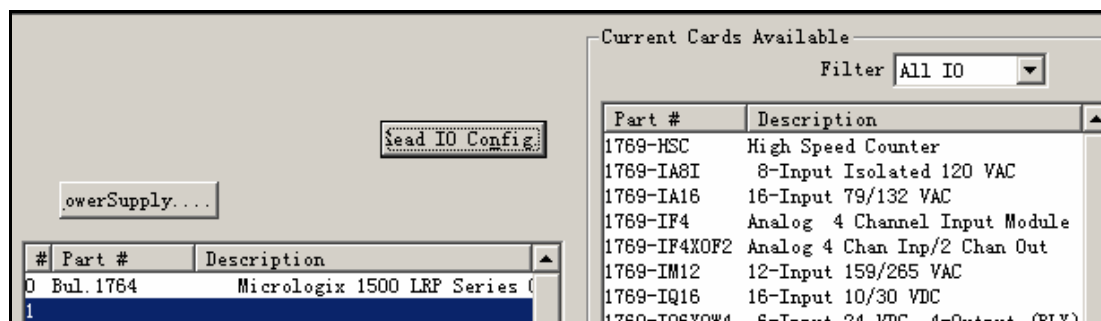

图 3-131 IO 组态对话框
(7) 双击 IO 组态文件夹，弹出如图 3-131 对话框，配置 MicroLogix 输入/输出模块。